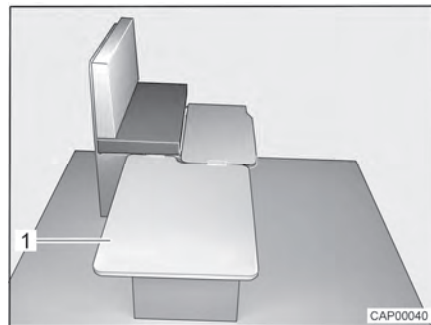

Bild 52 Während des Umbaus
- Einlegebrett (Bild 52,1) seitlich an der Sitzbank eingehängen und auf den Tisch legen.